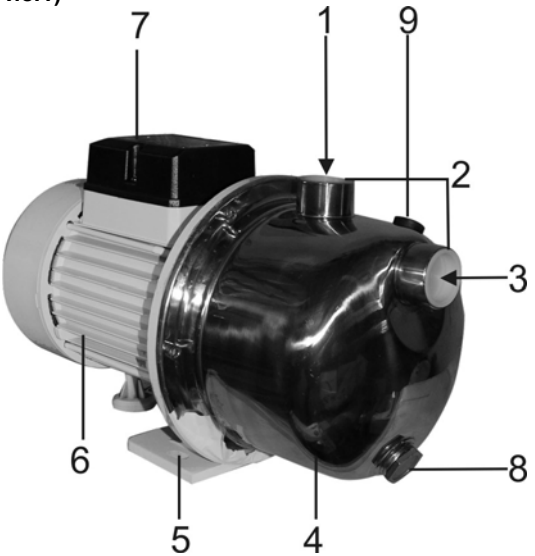

Рис. 1
6. УСТРОЙСТВО НАСОСА (Рис.1)
- 7.4. Извлечь заглушки 2 (Рис.1)
- 7.5. В отверстия нагнетательного и всасывающего патрубка 1 и 3 (Рис.1), соответственно, установить штуцера или другие соединительные элементы трубопроводной системы (не комплектуются), обеспечив герметичность соединения.
8.2. Через заливное отверстие, закрытое болтом (пробкой) 9 (Рис.1) заполнить насос водой. Для этого необходимо открутить болт 9 (Рис.1).
8.3. После заполнения насоса водой герметично закрутить болт 9 (Рис.1).
8.11. Исключить попадание воды на двигатель 6 и на клемную коробку 7 (Рис.1).
9.2. В случае заморозков из насоса необходимо слить воду через сливное отверстие, закрытое болтом (пробкой) 8 (Рис.1), открутив его для слива воды.